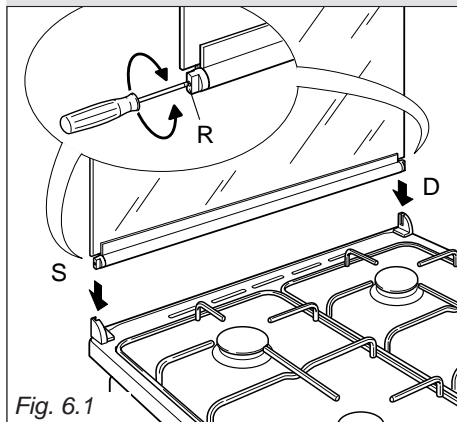

Fig. 6.1
- nella sede destra deve essere montata la stampigliatura "D" mentre nella sede sinistra la cerniera con la stampigliatura "S" (fig. 6.1)
Eventualmente registrare la taratura delle molle delle cerniere ruotando le viti "R" in senso orario (fig. 6.1).